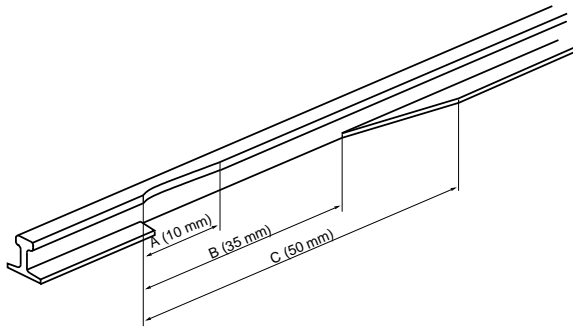

Abbildung 4: Backenschiene
1. Zunächst sollten die beiden Backenschienen nach Abbildung 4 bearbeitet werden. Für eine gute Zungenanlage muss der betreffende Bereich plan geschliffen werden. Den Kopfbereich sollte man nicht zu tief einarbeiten. Im Bereich des Schienenfußes kann man dagegen ruhig etwas mehr wegnehmen, damit an den Lötstellen die saubere Zungenanlage nicht vom Lot gestört wird. Je mehr man in der Lage ist, die Zunge fein zu bearbeiten, desto weniger tief muß die Backenschiene ausgearbeitet werden. Über den gekennzeichneten Bereich soll der Schienenfuß ganz und der Kopf um 0,05 mm bis maximal 0,15 mm eingeschliffen werden. Für der N-Standard NEM sind kleine Abweichungen in der Regel nicht kritisch.
Backenschiene, Abbildung 4